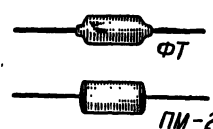

Рис. 7. Пленочные конденсаторы постоянной емкости.
**Пленочные конденсаторы** (рис. 7). Развитие технологии синтетических материалов способствовало появлению новых конденсаторов с диэлектриком в виде тонкой пленки из полистирола и фторопласта. Пленочные конденсаторы имеют номинальные емкости от 51 пф до 0,03 мкф и выпускаются на различные рабочие напряжения от 60 в (ПМ) до 600 в (ФТ). Выпускается также пленочный конденсатор типа ПОВ на 390 пф и рабочее напряжение 10 или 15 кв (для телевизоров).